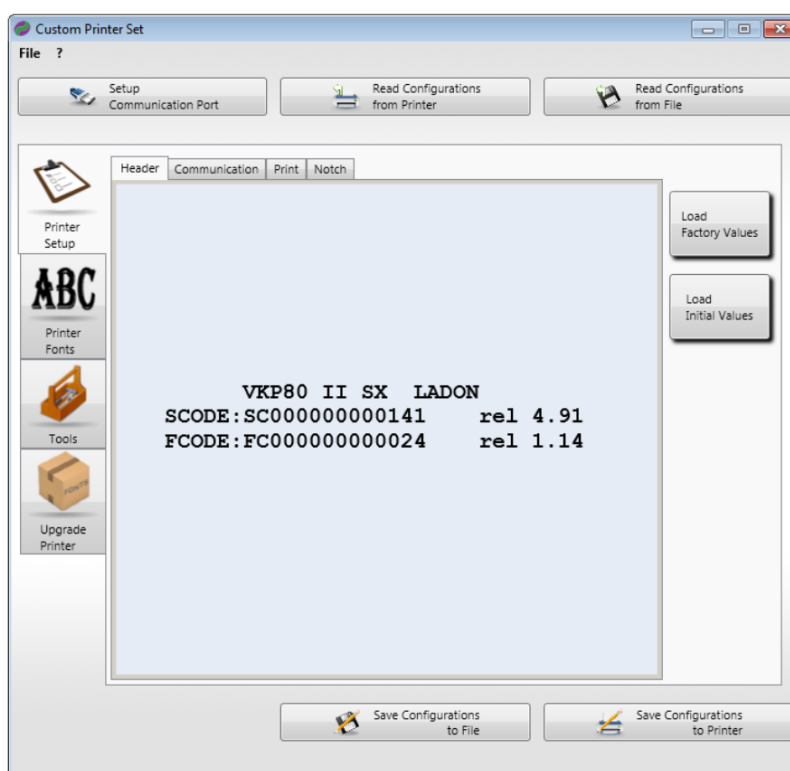

Рисунок 5 – Диалоговое окно настройки программы **CePrinterSet**.
3.3.8 Откроется диалоговое окно настройки принтера (см Рисунок 5).